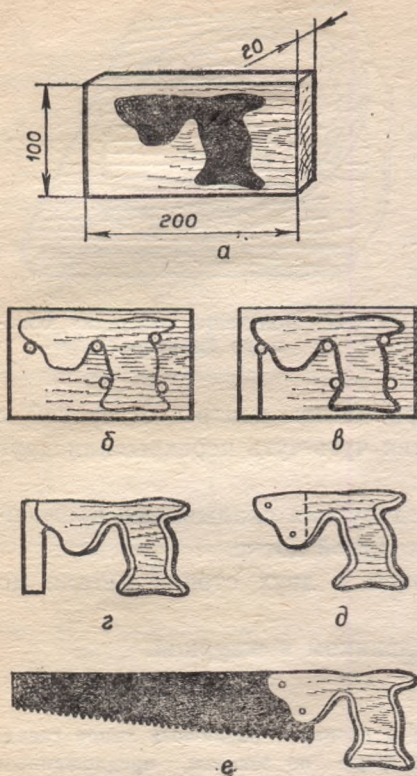

Рис. 48. Ручка для ножовки:
10. Соединить ручку с полотном и сделать отверстия под винты. Установить винты (рис. 48, е).
4. Разметить по шаблону контур ручки (рис. 48, а).
5. Просверлить отверстия (рис. 48, б).
6. Сделать пропилы выкружной пилой (рис. 48, в).
7. Обработать внутренние и наружные контуры ручки стамеской, рашпилем и напильником (рис. 48, г).
9. Сделать пропил под полотно пилы (рис. 48, д).